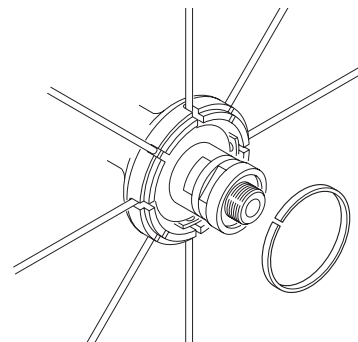

Fig. 58
- (eccetto Proton) Verificate che nel mozzo non siano presenti le fascette fermaraggi, in caso contrario procedete alla loro rimozione (Fig. 58).
- (except Proton) Make sure that the hub is not fitted with the spoke stop bands, otherwise remove them (Fig. 58).
- (außer bei Proton) Überprüfen, ob sich in der Nabe noch keine Speichenhalterungsbänder befinden. Sollten welche vorhanden sein, eventuelle Bänder entfernen (Abb. 58).
- (sauf Proton) vérifiez qu'il n'y ait pas les colliers de blocage des rayons dans le moyeu ; si tel est le cas, enlevez-les (Fig. 58).
- (excepto Proton) Verificar que no estén montadas en el buje las abrazaderas sujetarradios de plástico y, de no ser así, quitarlas (Fig. 58).